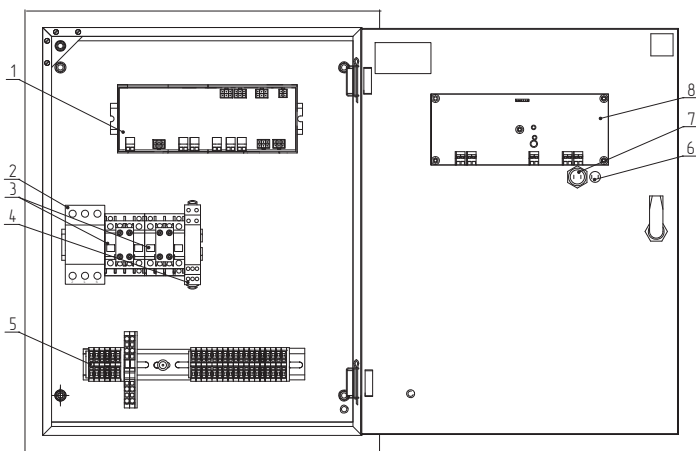

Рисунок 2 – Внутреннее устройство ШУ
1.5.3 Внутри корпуса (Рисунок 2) размещены: